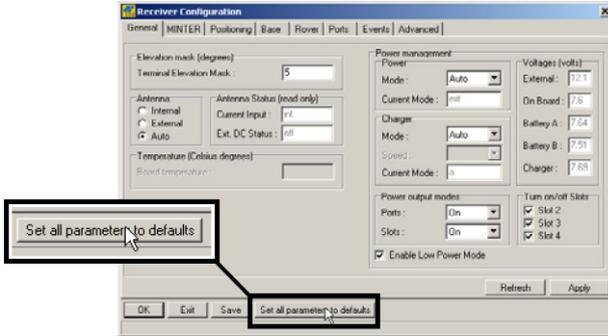

Figura 3-9. Impostazione di tutti i parametri sui valori predefiniti
6. Fare clic su **Set all parameters to defaults** (Figura 3-9).